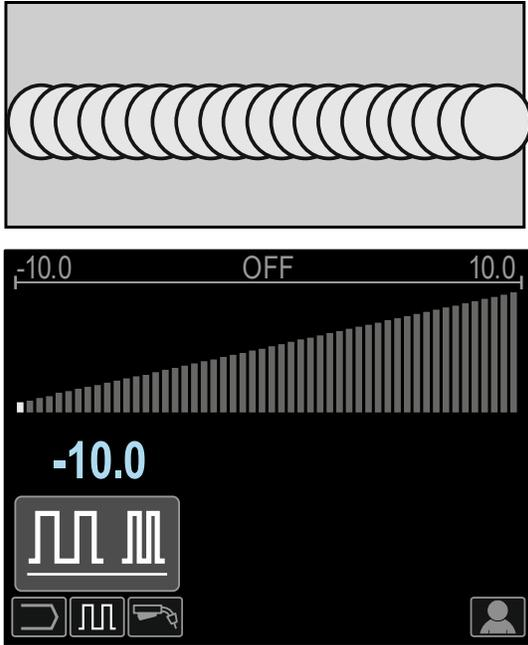

Figura 82
- Frecuencia menor de 0,0 – Soldadura y espaciamiento del rizo anchos, velocidad de desplazamiento lenta. La Figura 82 muestra el espaciamiento de la soldadura cuando la frecuencia es "-10".